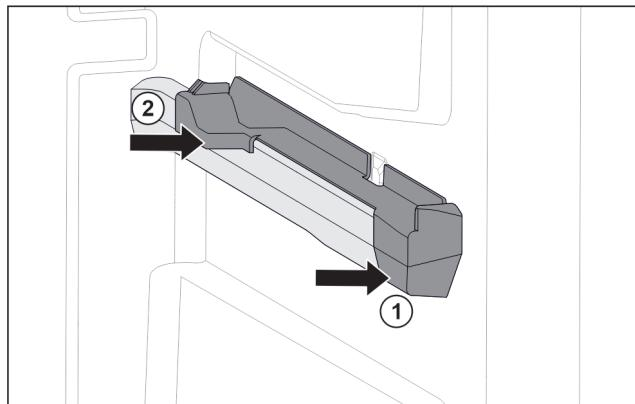

Fig. 59 Вставна частина на правому ребрі для резервуару
- Одягти вставну частину вперед на ребро резервуару. Fig. 59 (1)
- Притиснути вставну частину позаду. Fig. 59 (2)